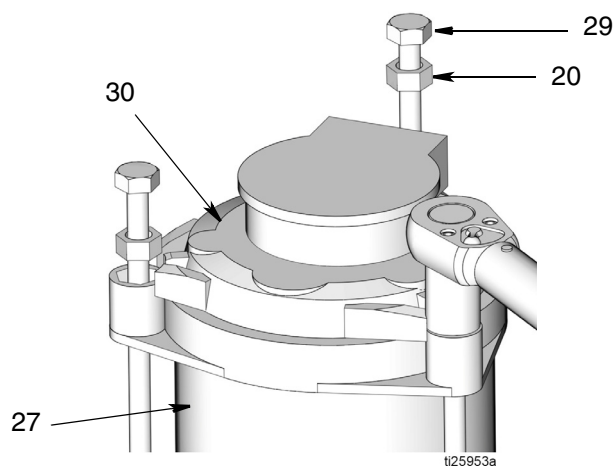

FIG. 14
9. Con una chiave, rimuovere i tiranti (29). Allentare i tiranti secondo uno schema in diagonale, facendo attenzione ad allentare ciascun tirante gradualmente, finché tutti i tiranti non sono completamente allentati. Rimuovere i tiranti (29) e i distanziali (20). Vedere FIG. 14.
10. Rimuovere il coperchio (30) dal serbatoio (27) (FIG. 14).